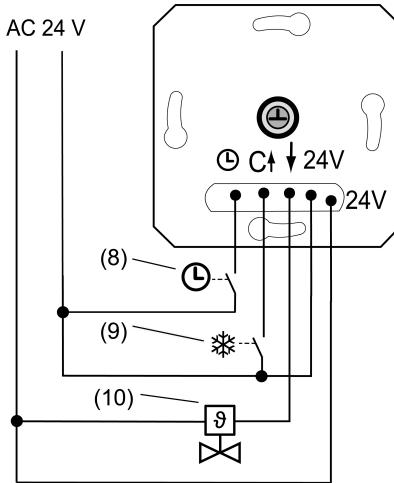
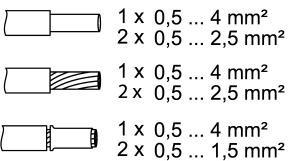

Bild 2: Anschlussbeispiel des Einsatzes
Bild 3: Klemmbarer Leiterquerschnitt
- Elektrothermischen Stellantrieb (10) an Einsatz (1) gemäß Anschlussplan (Bild 2) anschließen. Leiterquerschnitte beachten (Bild 3).
- Optional den Eingang ECO-Betrieb \ominus über einen Schaltkontakt einer Zentraluhr (8) anschalten.
- Optional den Eingang Kühlen **C** über einen Schaltkontakt der Heizungsanlage (9) anschalten.